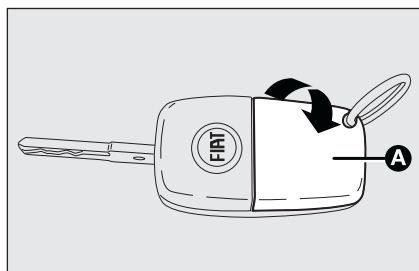

fig. 7
- ☐ abra la tapa **A-fig. 7** fijada a presión interviniendo en el sentido indicado por la flecha;